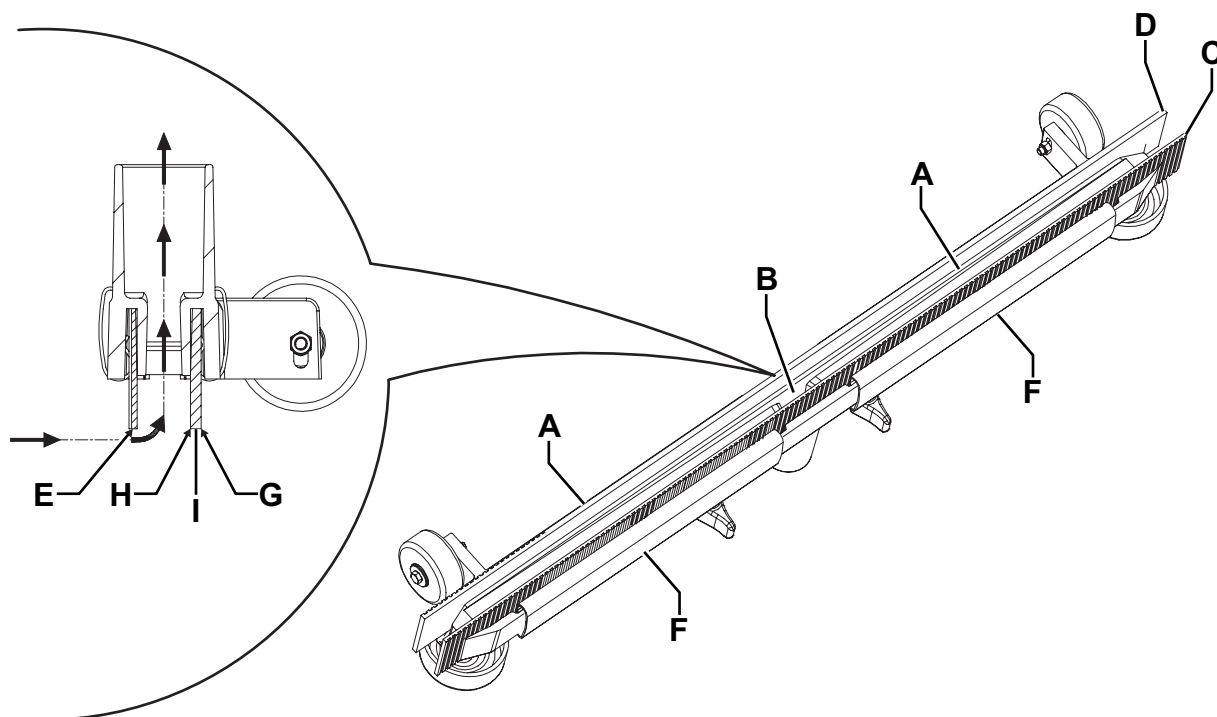

Рис. 7
3. Опустите швабру с помощью педали (19).
4. Отсоедините вакуумный шланг (22) от швабры.
5. Ослабьте маховики (12) и снимите швабру (11).
6. Вымойте и очистите швабру. В частности, очистите отсеки (А, Рис. 7) и отверстие (В) от грязи и мусора.
7. Проверьте передний скребок (С) и задний скребок (D) на предмет их целостности, отсутствия порезов и разрывов; в случае необходимости замените их (см. порядок действий в следующем разделе).
2. Проверьте края переднего (Е, Рис. 7) и заднего скребков (I) на одном уровне по всей их длине; в случае необходимости отрегулируйте их высоту, как описано ниже:
- Удалите крепежные пружины (F), затем отрегулируйте передний (С) и задний (D) скребки.
3. Проверьте передний (С) и задний скребки (D) на целостность, наличие порезов и разрывов; если необходимо замените их, как показано ниже. Также проверьте передний угол (H) заднего скребка на предмет износа. Если он изношен, переверните скребок, чтобы заменить изношенный угол другим (G), если он в нормально состоянии. Если и другие углы изношены, замените скребок в следующем порядке:
- Удалите крепежные пружины (F), затем отрегулируйте (или переверните) задний (D) скребок.
4. Установите швабру (11) и закрутите маховики (12).
5. Присоедините вакуумный шланг (22) к швабре (11).